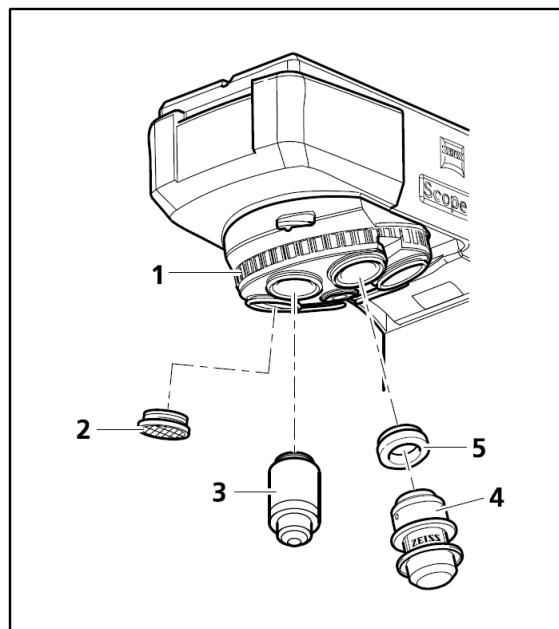

图 3-6 安装物镜
- 从相应的目镜开口中取下防尘罩的盖子（图 3-6/2）。
- 从盒子中取出物镜（图 3-6/3），将其安装到物镜转盘（图 3-6/1），从最小的缩放系数开始安装（顺时针）。
- 如果不装物镜，您可以在 W0,8/M27 结合环（图 3-6/5）的帮助下，将打标器（图 3-6/4）安装在物镜转盘的任何位置。不使用时，不要忘记盖上打标器的盖子，以免脱水。